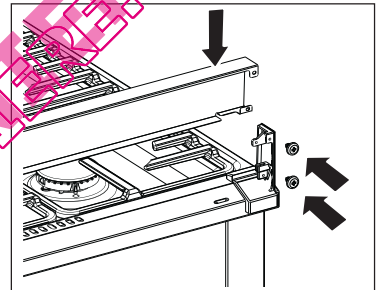

Fig. 6
5. Insérez la plaque anti-éclaboussures dans les deux supports à l'arrière du plan de cuisson (fig. 6).